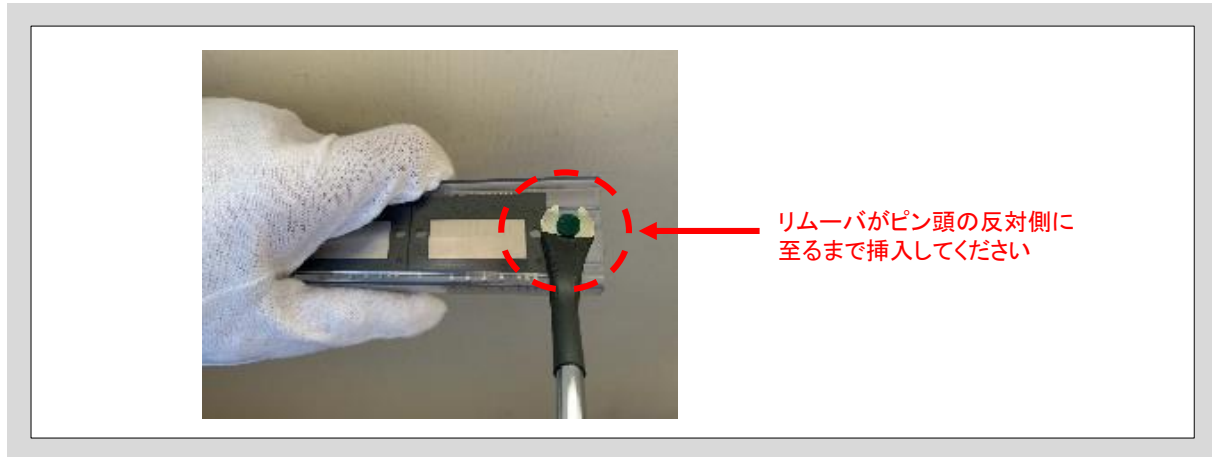

図2-4 リムーバの挿入
- ③ リムーバの取り外し部を、ピンとチューブの隙間に入れます。(図2-4参照)